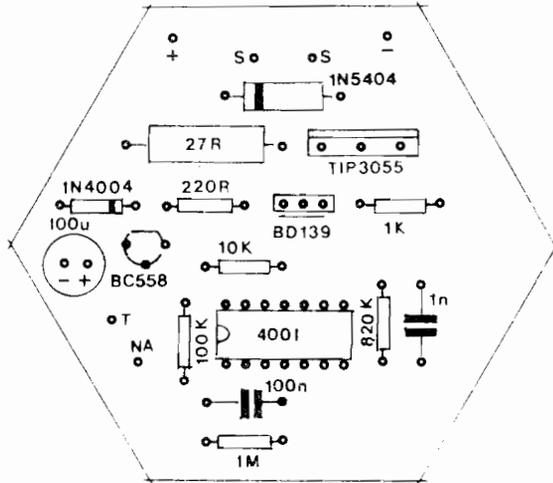

Fig.3
- FIG. 3 - "CHAPEADO" DA MONTAGEM - Na figura anterior, o padrão de ilhas e pistas cobreadas, em tamanho natural, era visto nas áreas negras do diagrama... Agora, vemos o "outro" lado da placa, não cobreado (a "sombra" das áreas cobreadas aparece, nitidamente, para facilitar e referenciar uma conferência das ligações...), com **todos** os componentes do circuito (menos o transdutor, **twister** do projetor...) devidamente posicionados... Os maiores cuidados - como sempre - devem ser dedicados à correta colocação das peças **polarizadas**, com o Integrado tendo sua extre-